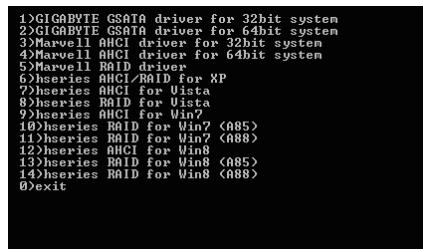

図2
- 光学ドライブフォルダから、BootDrv フォルダの Menu.exe ファイルをダブルクリックします。図2のようなコマンドプロンプトウインドウが開きます。
- 3:空のフォーマット済みディスクを挿入します(USBフロッピーディスクドライブを使用している場合、ドライブ A として指定されていることを確認してください)。メニューから対応する文字を押すことでコントローラードライバを選択し、<Enter>を押します。例えば、図2でメニューから: AMD A75チップセットの場合、Windows XPオペレーティングシステムで 6) hseries AHCI/RAID for XP。